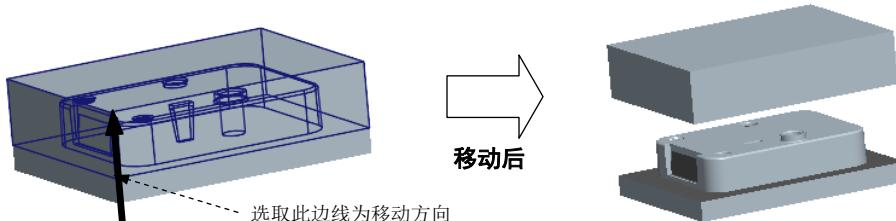

图 20.34 移动上模
(1) 选择 **模具** 功能选项卡 **分析** ▾ 区域中的 命令, 系统弹出“模具开模”菜单管理器。
(2) 在系统弹出的 **MOLD OPEN (模具开模)** 菜单中选择 **Define Step (定义步骤)** 命令, 在系统弹出的 **DEFINE STEP (定义步骤)** 菜单中选择 **Define Move (定义移动)** 命令。
(3) 选取要移动的模具元件。在系统 为迁移号码1 选择构件 的提示下, 选取上模, 在“选择”对话框中单击 **确定** 按钮。
(4) 在系统 通过选择边、轴或面选择分解方向 的提示下, 选取图 20.34 所示的边线为移动方向, 然后在系统 输入沿指定方向的位移 的提示下, 输入要移动的距离值 80, 并按回车键。
(5) 在 **DEFINE STEP (定义步骤)** 菜单中单击 **Done (完成)** 按钮。移出后的状态如图 20.34 所示。